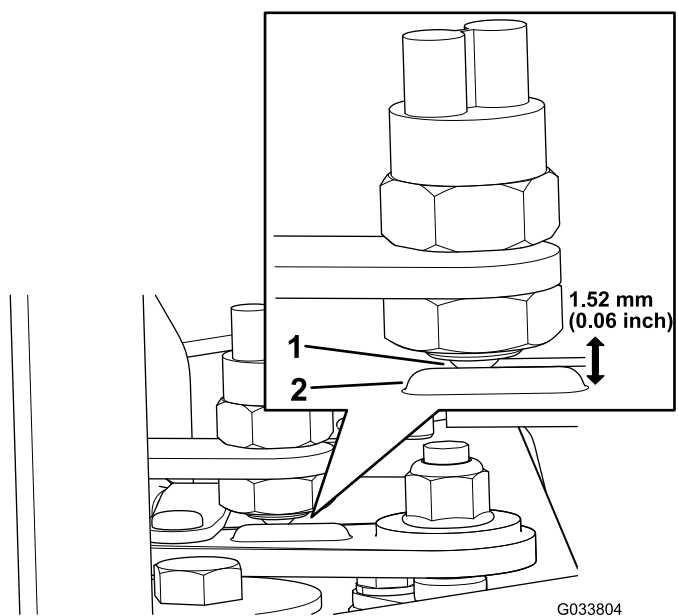

Figura 5
4. Verificate che l'interruttore a sfera si trovi nella parte anteriore della sporgenza della leva del cambio (Figura 5).
- Regolate la profondità dell'interruttore a sfera su un gioco di 1,52 mm tra la sporgenza della leva del cambio e la superficie dell'interruttore a sfera (Figura 5).